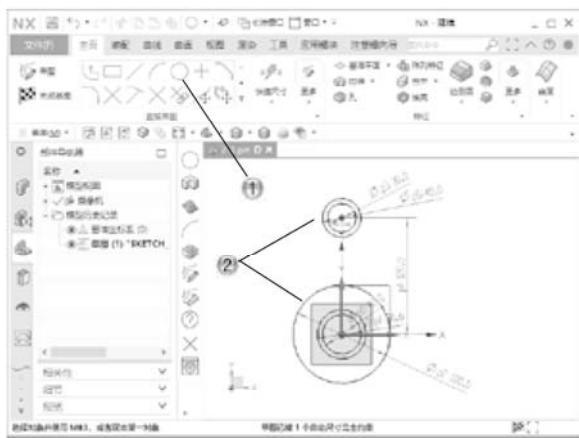

图 2-47
- ① 单击【主页】选项卡中的【直线】按钮 $/$ ，如图 2-47 所示。
② 在绘图区中，绘制两条切线。